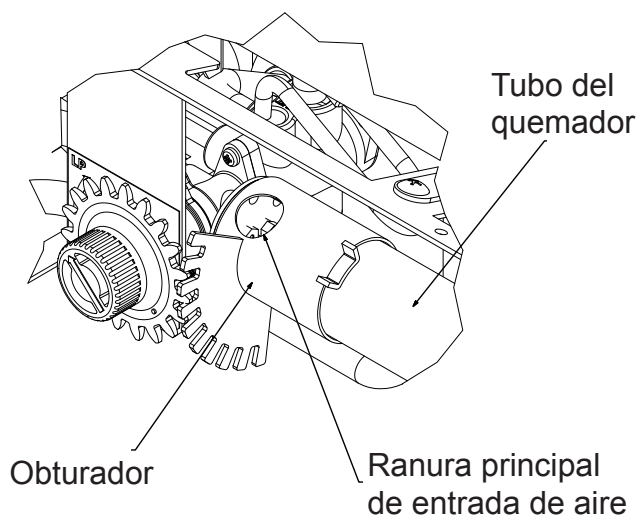

Fig. 24: ranura principal de entrada de aire en el tubo del quemador
2. Compruebe que el quemador, el piloto y los orificios principales de entrada de aire del soporte del orificio no presenten polvo ni suciedad (consulte la Fig. 24).